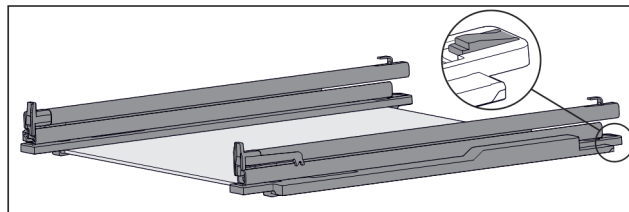

Fig. 222 Стекла́нная пластина с направляющими и крепежными элементами
- ▶ Крепежный элемент сзади прижмите вниз (см. Fig. 222) и одновременно отодвиньте направляющую назад.